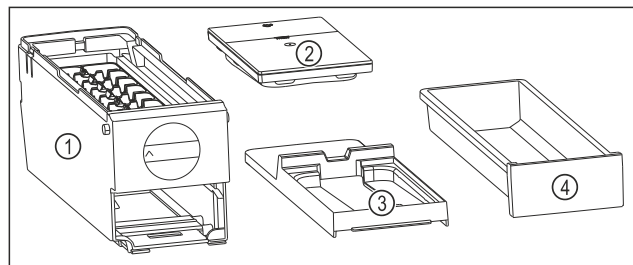

Fig. 199 Bestandteile des EasyTwist-Ice
- EasyTwist-Ice ist in vier Teile zerlegt. (siehe Fig. 199)
- EasyTwist-Ice nur in abgebildete Bestandteile zerlegen. (siehe Fig. 199)
- EasyTwist-Ice-Korpus Fig. 199 (1) als Ganzes reinigen.